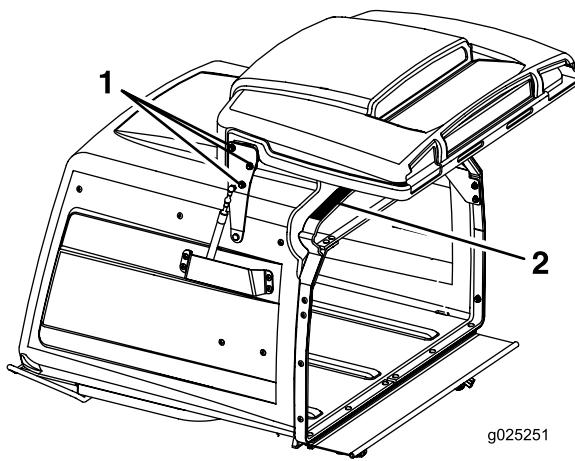

Figure 62
3. Desserrez les 6 écrous des charnières du couvercle (Figure 62).
4. Ouvrez le couvercle et placez une bande de caoutchouc de 9,5 mm (3/8 po) ou un flexible de 9,5 mm (3/8 po) de diamètre entre la trémie et le couvercle (Figure 62).